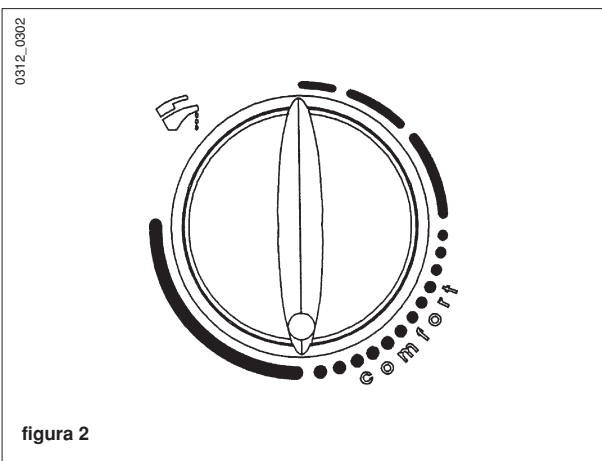

figura 2
E' consigliabile, per un contenimento energetico, posizionare la manopola in **"--comfort--"** (figura 2). In inverno si renderà necessario aumentare la temperatura dell'acqua sanitaria in relazione ai valori desiderati.
*Para limitar el consumo energético, se aconseja posicionar el botón en **"--comfort--"** (figura 2). En invierno será necesario aumentar la temperatura del agua sanitaria según los valores deseados.*